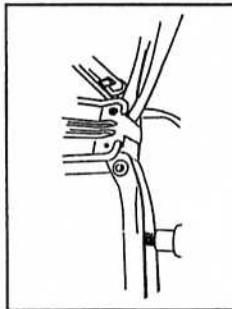

Figure 3
5. Abaissez doucement le cric soutenant le bras de contrôle. La traverse de contrôle doit être guidée, avec un pied-de-biche, légèrement vers l'extérieur pour lui permettre de passer à côté de la cavité de traverse. Le bras doit être suffisamment baissé pour dégager complètement le trou de montage. Fig. 3
5. Baje lentamente el gato que está soportando el brazo de control. El brazo de control deberá ser guiado, con una palanca, un poquito hacia afuera para permitirle que pase el compartimiento del travesaño. El brazo deberá ser bajado lo suficiente como para que salga del agujero de montaje. Fig. 3.
5. Slowly lower the jack supporting the control arm. The control arm must be guided, with a pry bar, slightly outward to enable it to clear the crossmember pocket. The arm must be lowered enough to completely clear the mounting hole. Fig. 3